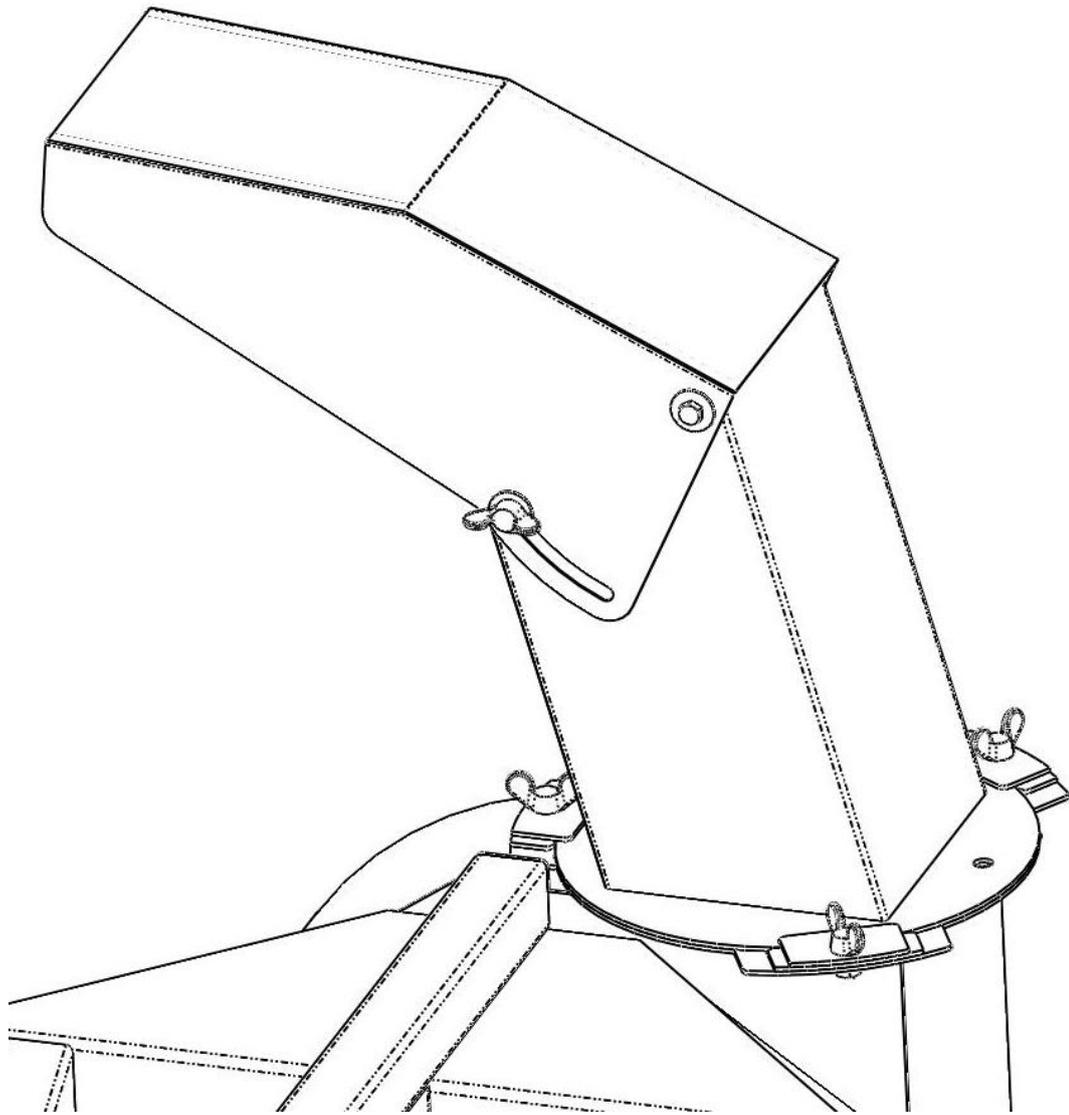

Рис.2.
- направление выброса снега регулируйте, отвернув 3 барашковых винта крепления сопла к фланцу корпуса на 2 ... 3 оборота и поворачивая сопло влево/вправо (фиксированные положения) вручную (рис.2);
- дальность выброса регулируйте, отвернув на 2 ... 3 оборота 2 барашковых винта козырька и устанавливая угол наклона козырька вручную (рис.2);